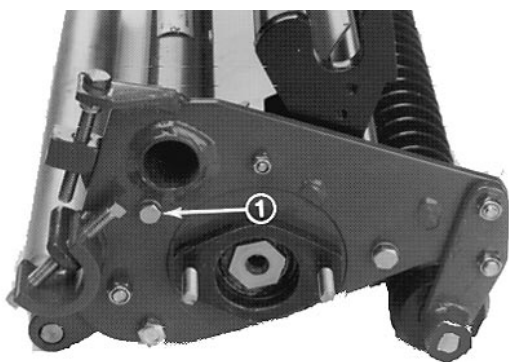

Fig. 4
- Løsne låsebolten på siden av klippeenheten (fig. 4).